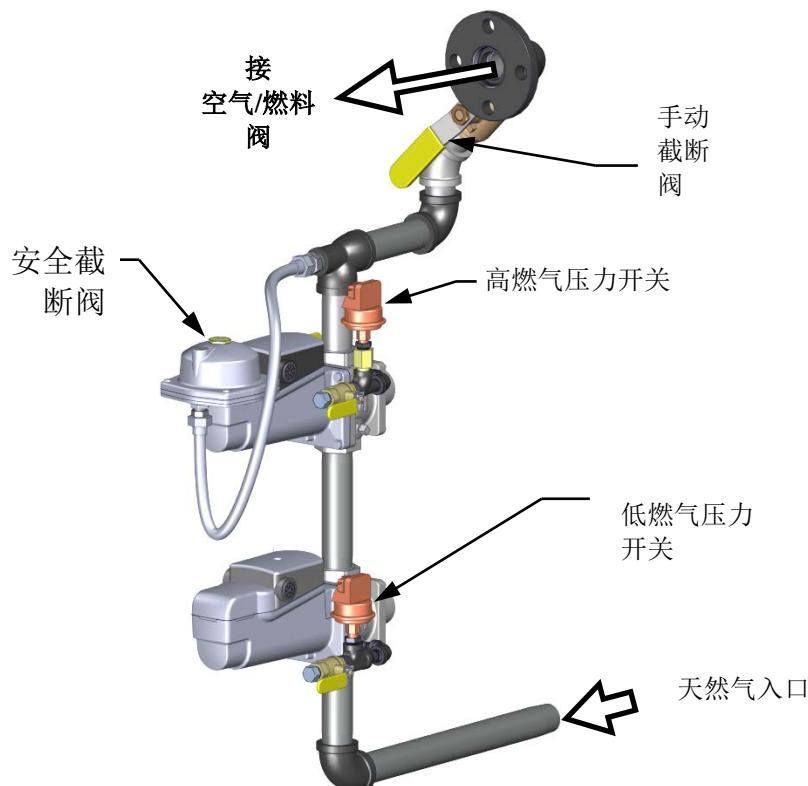

图 3-3: BMK 750/1000: SSOV 位置
2. 设备将进行检查，确保下游安全截断阀 (SSOV) 中的关闭确认 (POC) 开关已关闭。请参见图 3-3，了解 SSOV 的位置。